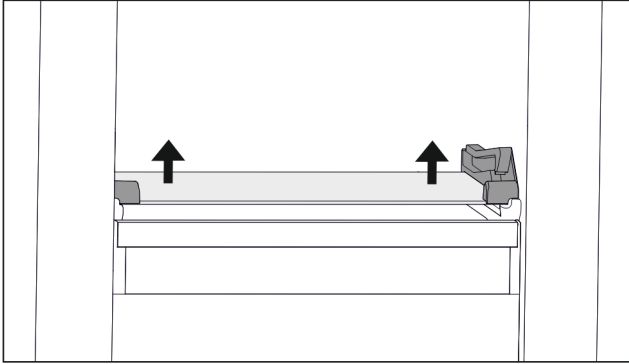

Fig. 66 Tablette en verre du tiroir basculable
- Appuyer des deux côtés sur la tablette en verre de bas en haut. (voir Fig. 66)